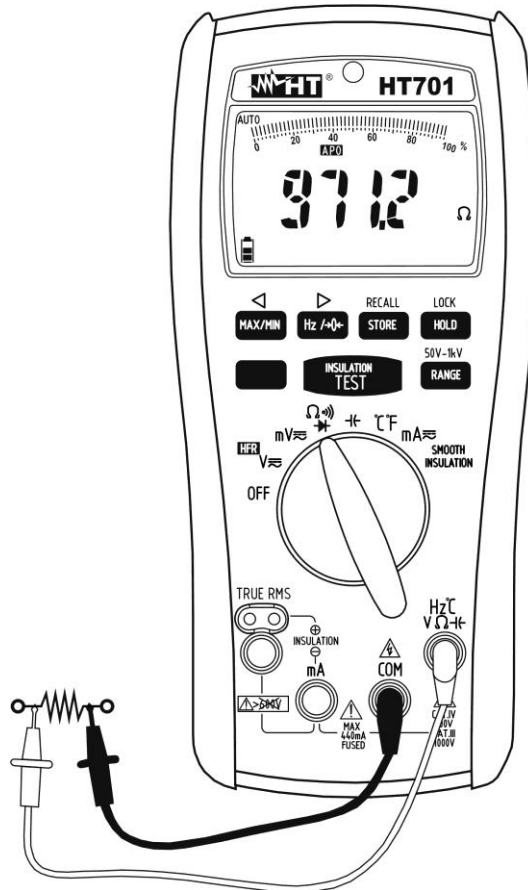

Fig. 6: Uso del instrumento para medida de Resistencia y Test de Continuidad
3. Inserte el cable rojo en el terminal de entrada **Hz°CVΩHz** y el cable negro en el terminal de entrada **COM** (vea Fig. 6)